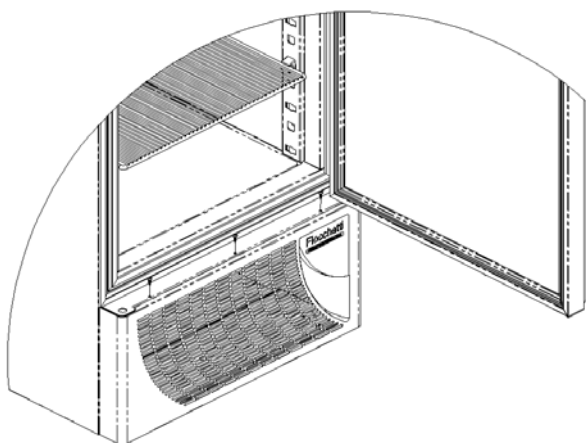

Fig.13
**Fase 1** Abra a porta do armário do refrigerador e remova com a ajuda de uma chave de fendas em forma de cruz os três parafusos de fixação. (Veja fig. 13)